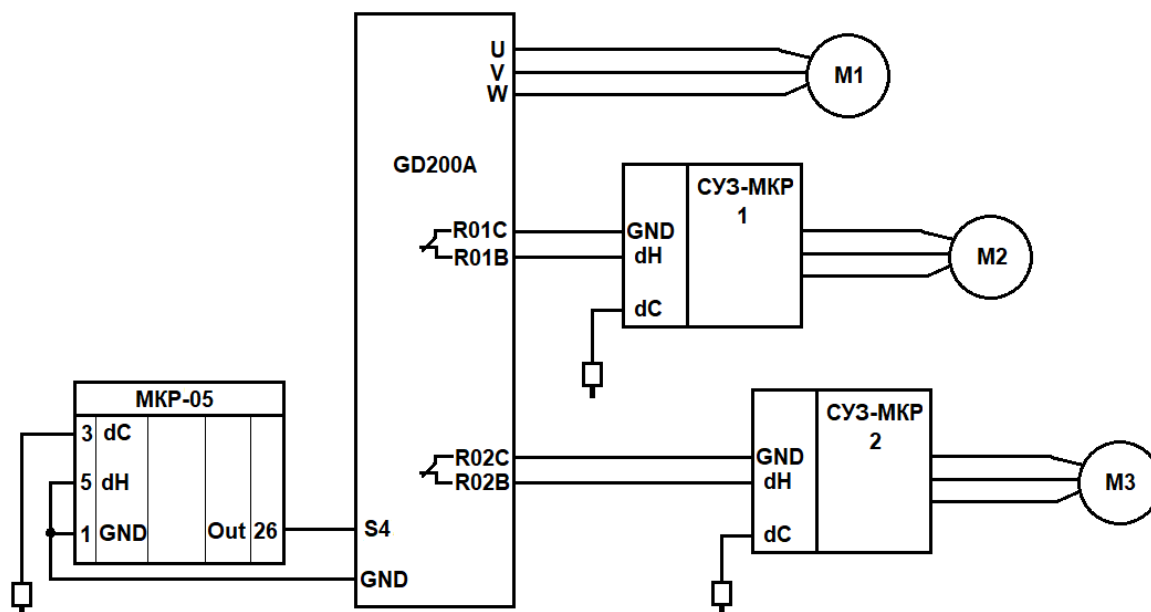

Рис.22
**Метод 3:** групповая работа под управлением специализированного преобразователя частоты (ПЧ), (рис.22).